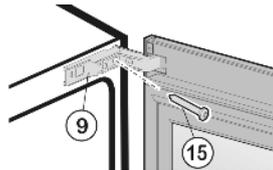

Fig. 10
- ▶ Dévissez la charnière *Fig. 10 (9)* supérieure: retirez la vis *Fig. 10 (15)*.